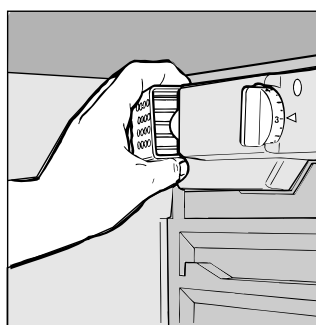

Fig. 2
- Comment changer l'ampoule à l'intérieur. La lampe pour l'éclairage intérieur est située dans la partie postérieure du boîtier du thermostat. Pour la remplacer, dévisser la lampe usagée et la remplacer par une nouvelle lampe de puissance non supérieure à 15 W en procédant comme illustré à la fig. 2.